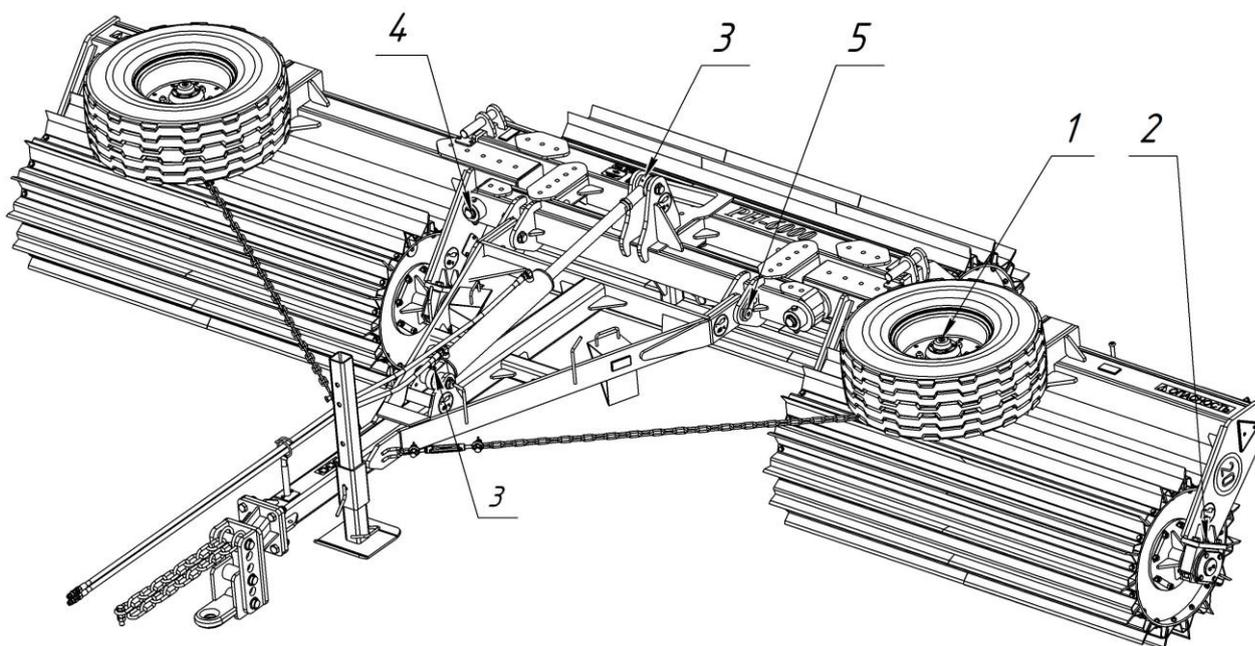

Рисунок 4 – Места смазки
4.3 Смазку узлов РН-6 производить согласно химмотологической карте смазки (рисунок 4).
9 ХИММОТОЛОГИЧЕСКАЯ КАРТА (рисунок 4)